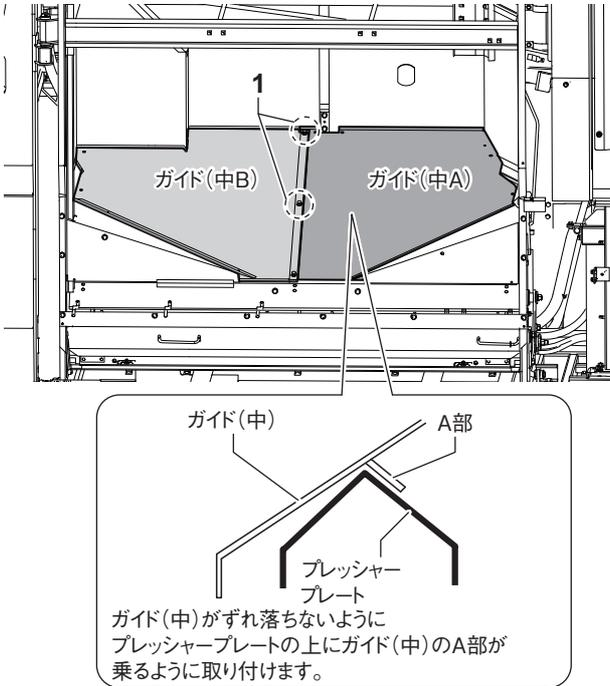

図 2-3
1. ガイド (中A、ガイド (中Bを、ボルトM8×16 (1) (2本) で組み付けます。(図 2-3)